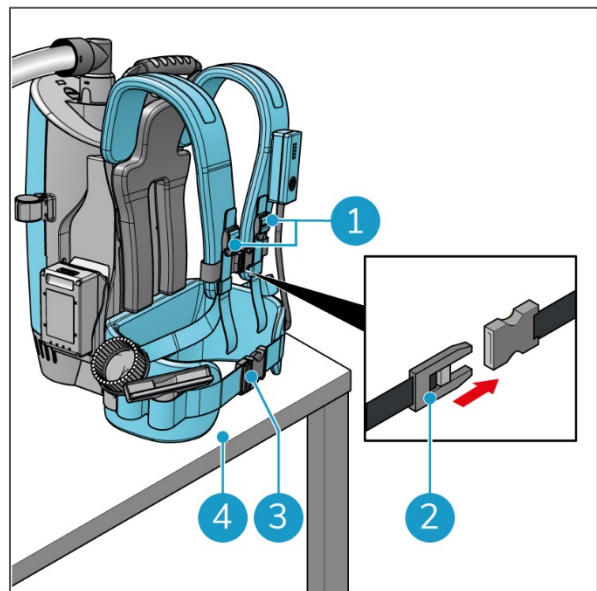

Figura 14
1. Posizionare i-move 2.5B su un tavolo o superficie piana (Figura 14, pos 4).
2. Aprire la cintura (Figura 14, pos 3).
3. Allentare la fibbia sul davanti (Figura 14, pos 2).
4. Allentare le 2 fibbie (Figura 14, pos 1).
6. Posizionare i-move 2.5B su un tavolo o superficie piana (Figura 14, pos 4).